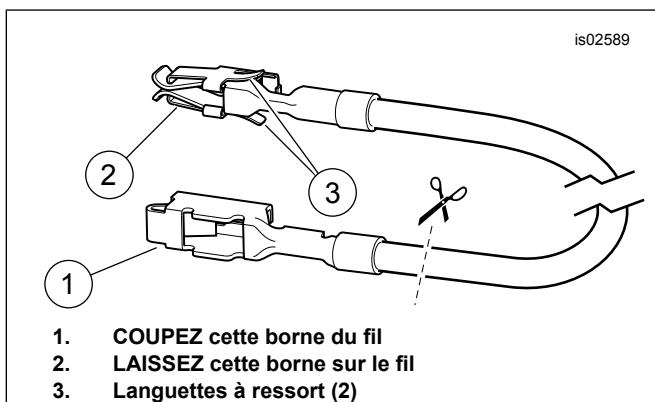

Figure 8. Fil de l'adaptateur de la boîte à fusibles (Dyna et Softail)
- Consultez Figure 22 . Dans le kit, prenez le fil orange/blanc (9) de l'adaptateur de la boîte à fusibles. Notez la cosse à chaque extrémité (consultez Figure 8). Seule la cosse dotée de languettes à ressort pourra être insérée dans cette boîte à fusibles. Découpez soigneusement la cosse inutilisée du fil et jetez-la.